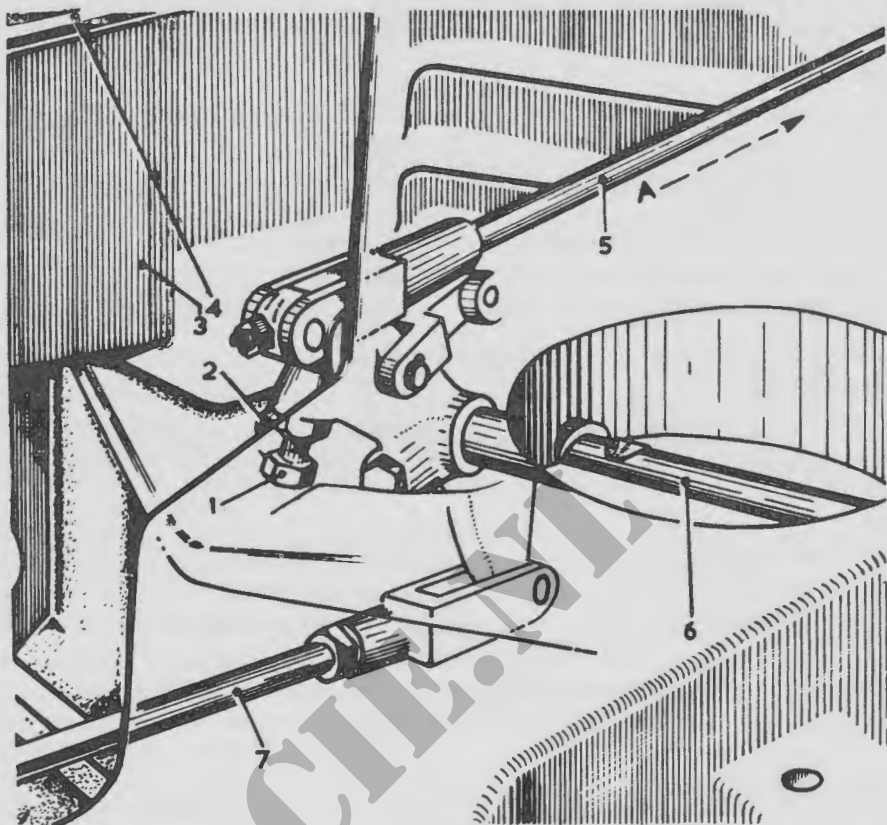

Fig. 21. Begrenzing van de gasklepbeving
**144. Gasklep-stelbout (fig 21)**